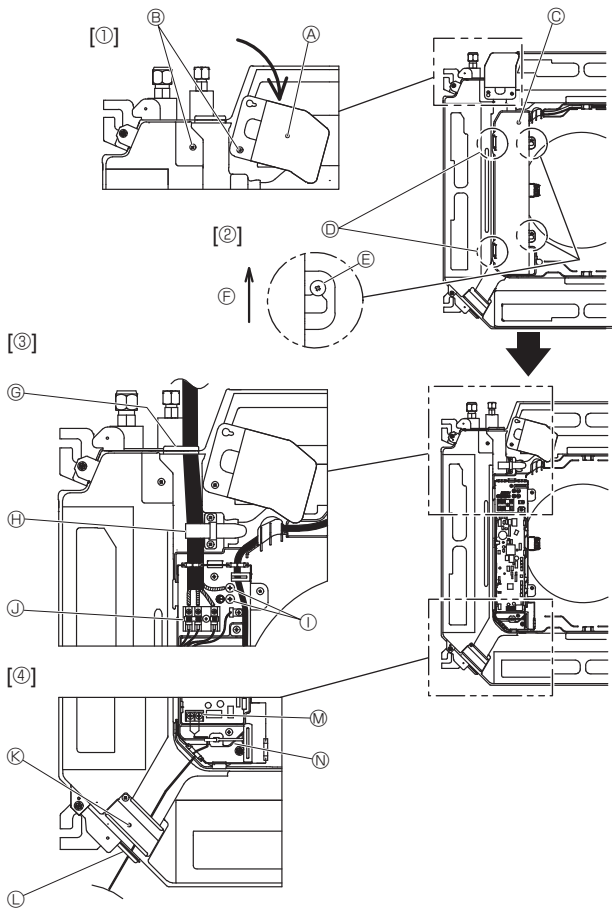
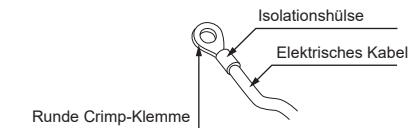
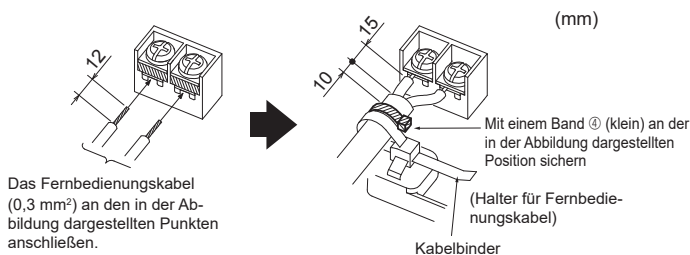

Fig. 6-1
Fig. 6-2
Fig. 6-3
6.1. Innenanlage (Fig. 6-1)
1. Die beiden Befestigungsschrauben der Kabelblende lösen und dann die Kabelblende drehen. [Fig. 6-1 ①]
2. Die beiden Befestigungsschrauben des Elektrokastendeckels lösen und dann den Deckel verschieben. [Fig. 6-1 ②]
3. Führen Sie das Netzkabel, das Verbindungskabel für Innen-/Außengerät und den Erdleiter durch die Verdrahtungseingänge in der Abbildung. [Fig. 6-1 ③] Bringen Sie den Ummantlungsabschnitt des Netzkabels und des Verbindungskabels für Innen-/Außengerät im Elektrokasten unter. Verwenden Sie runde Crimp-Klemmen für die Innengerät-Außengerät-Verbindungsklemme und den optionalen Bausatz für die Netzanschlussklemmen. [Fig. 6-2] Wenn Sie keine runden gecrimpten Anschlüsse verwenden können, siehe Fig. 6-3 bis 6-6. Zur Verbindung siehe 6.1.1. und 6.1.2.
4. Das Fernbedienungskabel durch die in der Abbildung gezeigten Verdrahtungseingänge führen und anschließen. [Fig. 6-1 ④, Fig. 6-3] Zur Verbindung siehe 6.1.1. und 6.1.2.